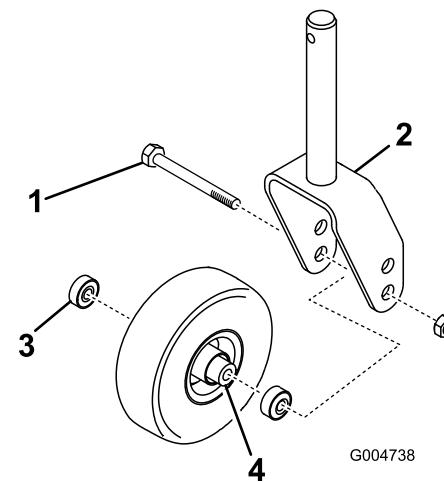

Figura 26
- Rolamento (2)
- Retire o rolamento do cubo da roda e deixe cair o espaçador do rolamento para fora (Figura 26).